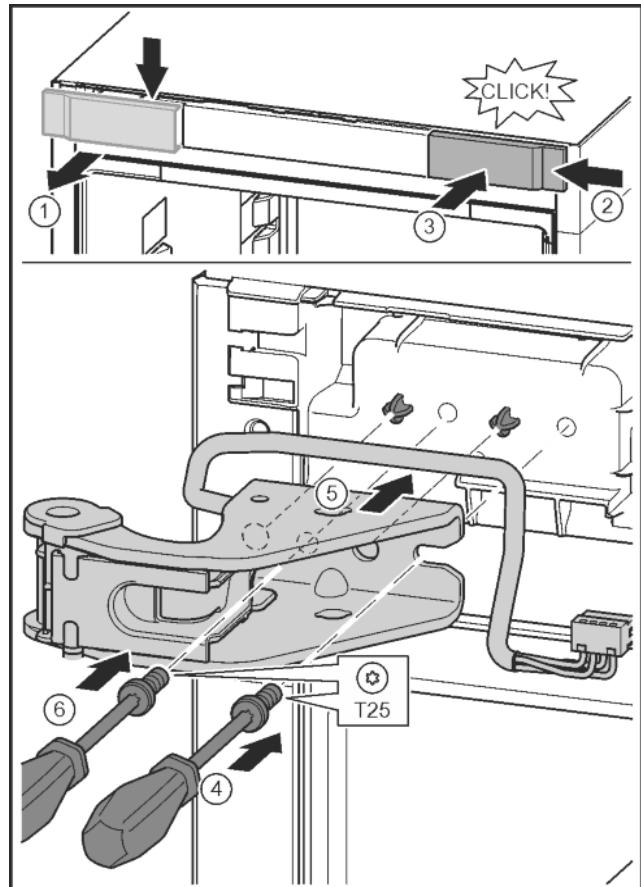

Fig. 27
- Крышку отсоединить с помощью отвертки и убрать в сторону. Fig. 27 (1)
- Навесить крышку, повернув ее на 180°, справа с другой стороны. Fig. 27 (2)
- Крышку зафиксировать. Fig. 27 (3)
- Установить винт отверткой T25. Fig. 27 (4)
- Установить верхний опорный кронштейн. Fig. 27 (5)
- Затянуть винт. Fig. 27 (4)
- Вставить и затянуть винт отверткой T25. Fig. 27 (6)